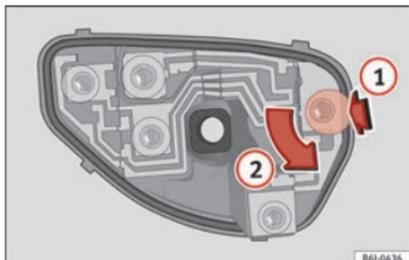

Fig. 197 Cambio de lámparas de las luces posteriores.
- Una vez retirado el portalámparas, presione en sentido de la flecha (1) y gire a la vez en sentido de la flecha (2) » fig. 197.